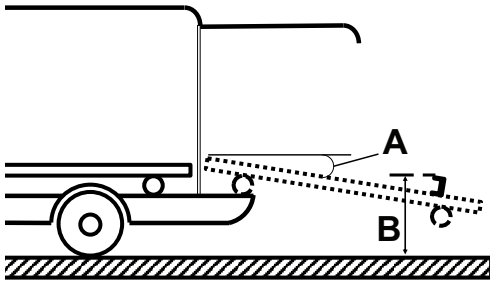

Figure 9 – Spécifications de la plaque d'arrêt et du plateau de chargement
- L'angle (A) du plateau de chargement ne dépasse pas 16° (Figure 9)
- La hauteur (B) mesurée du haut de la plaque d'arrêt jusqu'au sol est comprise entre 28,0 po (71,1 cm) et 29,4 po (74,7 cm) (Figure 9)